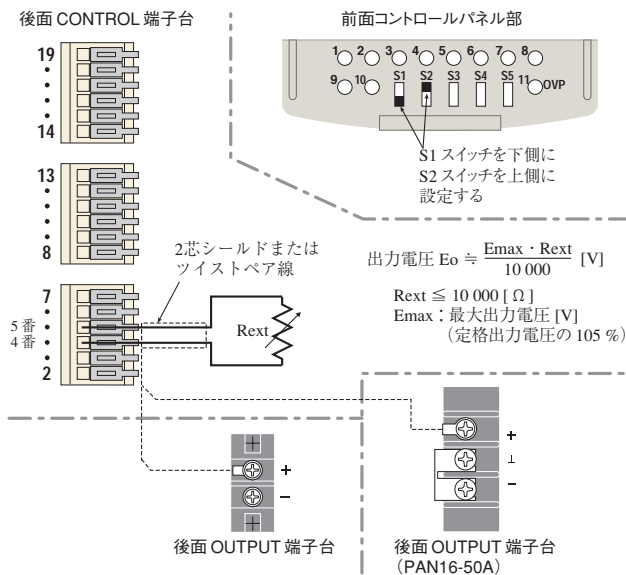

図 4-10 外部抵抗による出力電圧コントロールの接続と設定
3. コントロールスイッチ S1 と S2 を図 4-10 のように設定します。
4. コントロール端子の 4 番と 5 番間に外部抵抗を図 4-10 のように接続します。